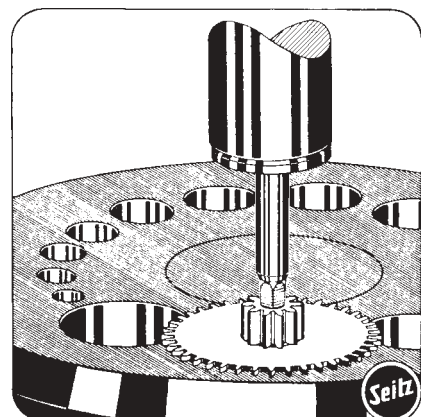

Abb. 74
- b) Dient zum Aufreiben von Wechselradtrieben, Aufzugteilen, Chronographenhebeln mit Hilfe von Viertelrohrreibahlen (vierkantig), die sich besonders gut für Stahlteile eignen. Dieses Aufreiben von Stahlteilen darf nur zur Korrektur der Bohrung oder des Sitzes erfolgen, anderenfalls sind Bohrer zu verwenden (Abb. 74, 75).